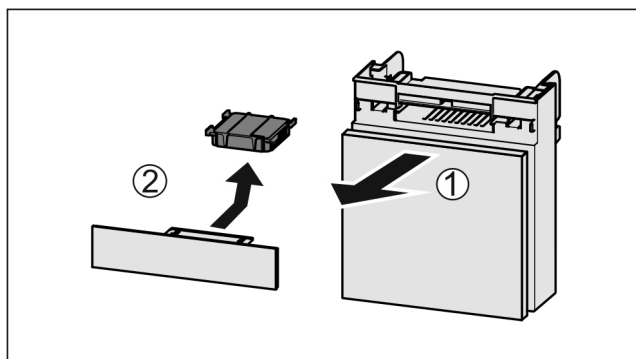

Fig. 82
- ▶ Træk rummet fremad Fig. 82 (1).
- ▶ Tag aktivkulfilteret Fig. 82 (2) ud.